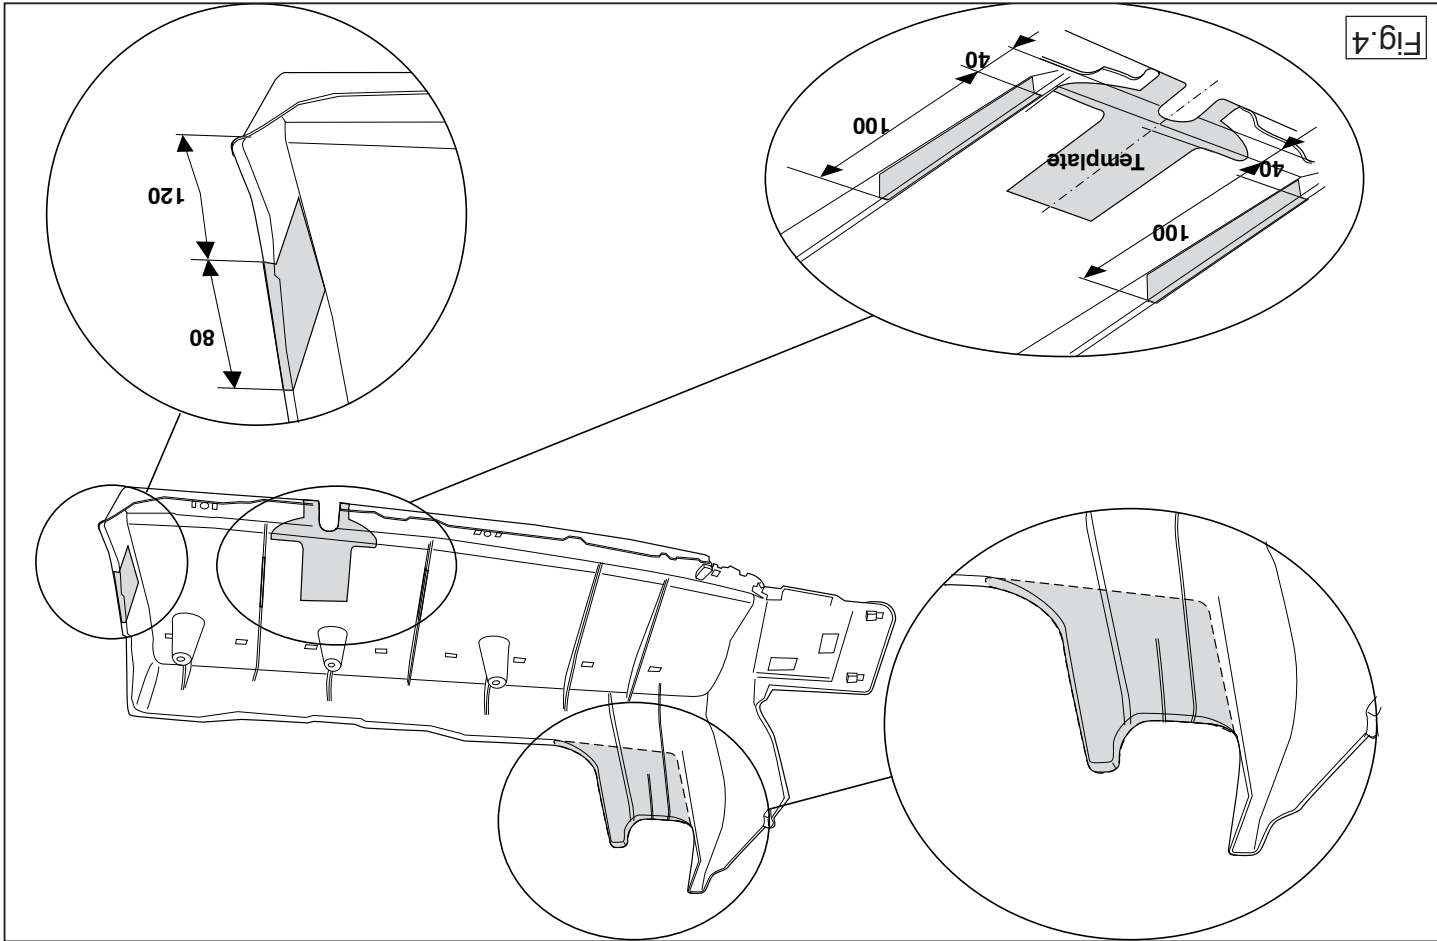

Fig.4
4. Scier les parties indiquées conformément à la figure 4.
4. Gemäß Abb. 4 die angegebene Teile heraussägen.
4. Såga ut delarna enligt fig. 4.
4. Serrar las partes indicadas en la fig. 4.